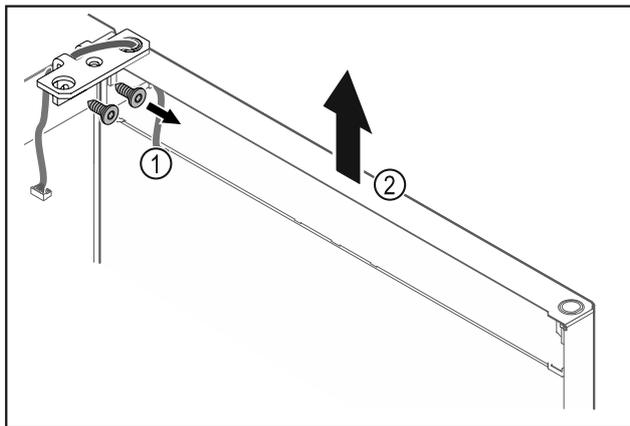

Fig. 19
- ▶ Svitare la cerniera angolare Fig. 19 (1).
- ▶ Sollevare la porta con la cerniera angolare Fig. 19 (2) di ca. 200 mm verso l'alto in senso orizzontale e rimuoverla.